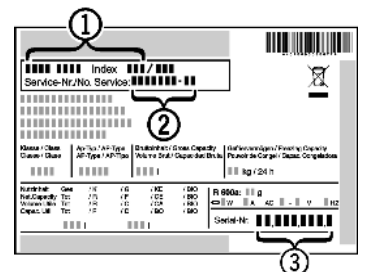

Fig. 3
- ▶ Leggere la denominazione dell'apparecchio Fig. 3 (1), il n° assistenza Fig. 3 (2) e il n° di serie Fig. 3 (3) sulla targhetta identificativa. La targhetta identificativa è situata all'interno dell'apparecchio, sul lato sinistro.
- ▶ Informare il servizio di assistenza e comunicare il difetto, la denominazione dell'apparecchio Fig. 3 (1), il n° assistenza Fig. 3 (2) e il n° di serie Fig. 3 (3).